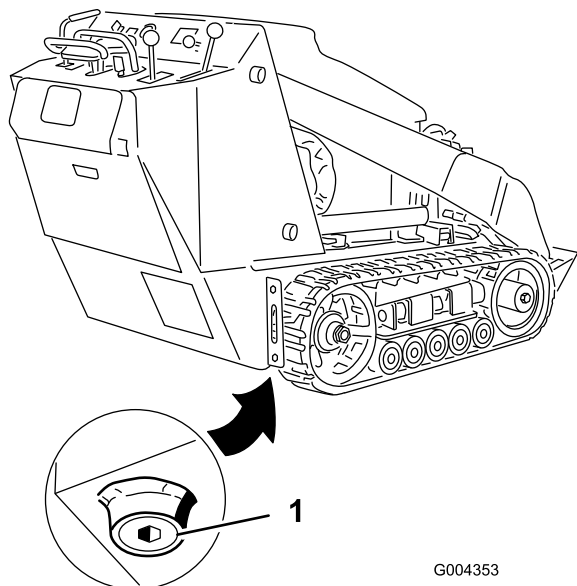

Figure 35
4. Enlevez le bouchon de vidange (Figure 35).